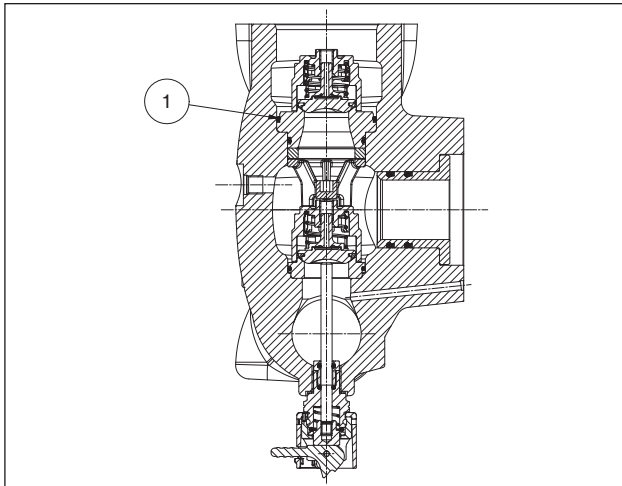

Abb. 124
Achten Sie besonders auf das Einsetzen des O-Rings Pos. ①, Abb. 124. Verwenden Sie das Werkzeug Art. 27516000, damit der O-Ring beim Einsetzen nicht reißt.